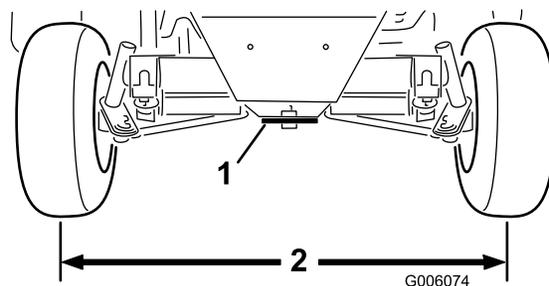

Рисунок 62
2. Отрегулируйте обе тяги таким образом, чтобы межцентровое расстояние впереди и сзади у задних колес было одинаковым (Рисунок 62).